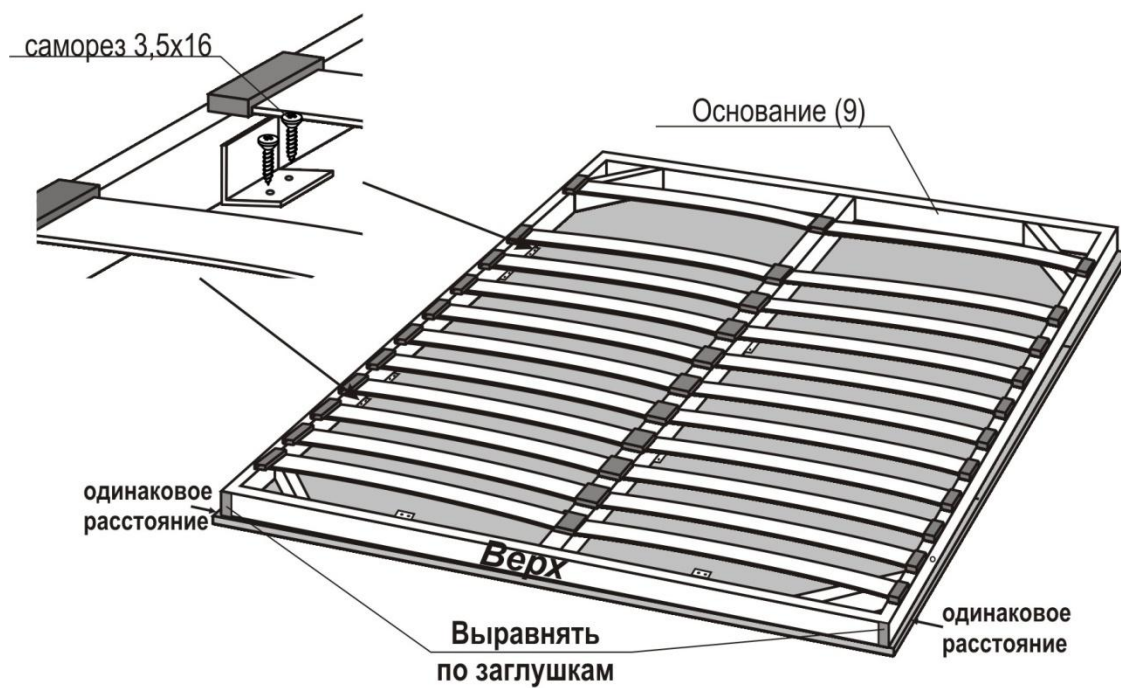

рис. 8
На фасад (8) положить основание (9) кровати, выровнять по верху основания (по заглушкам каркаса). Оставить одинаковое расстояние по краям кровати (располовинить). **С помощью саморезов 3(3,5)x16 – 40 шт.** закрепить основание кровати с фасадом через уголки (рис.8).